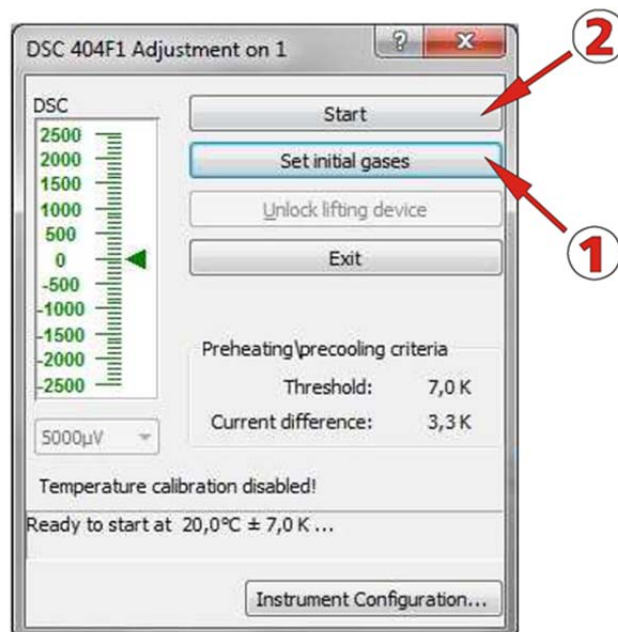

Figure 40 : DSC 404F1
Cliquer sur l'icône « Start the measurement », la fenêtre DSC 404 F1 s'ouvre (Figure 40). Cliquer sur « Set initial gases » (1) puis sur « Start » (2).